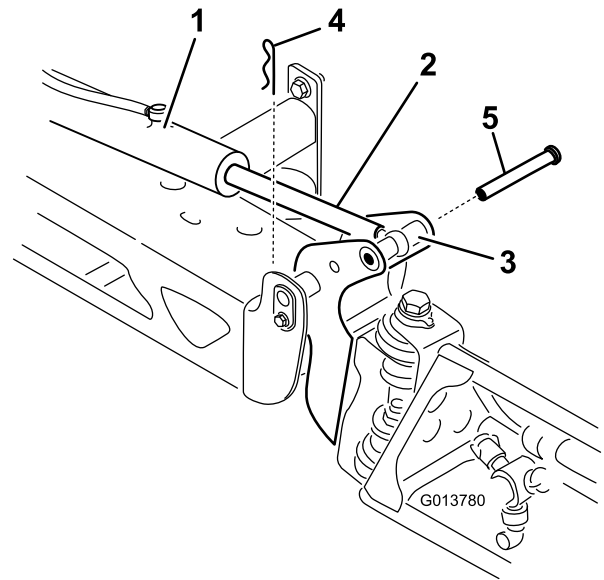

図 63
2. ピボットピンからコッターピンを抜取る 図 63。
3. ブームを持ち上げて、ピンを外し 図 63、ブームをゆっくりと床面に降ろす。
9. ブームを支えながら、ブームのピボットとアクチュエータロッドにピンを通す (図 63)。